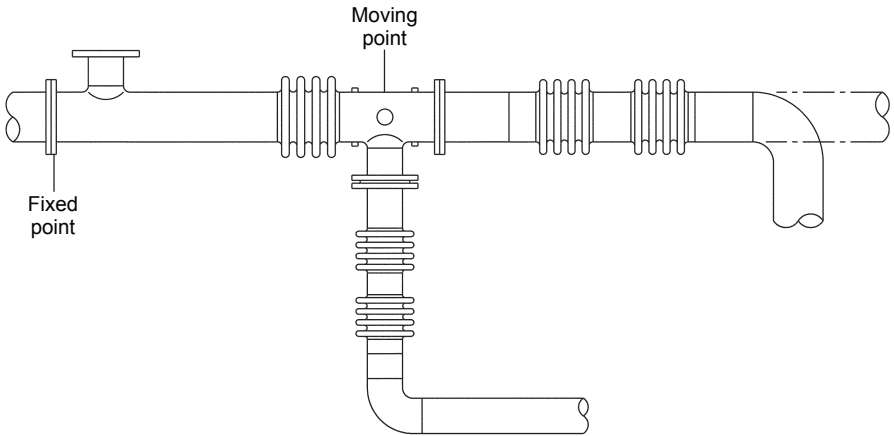

图9
4.10 图9表示换热器同样可以连接大的弯管或软接头实现热补偿。